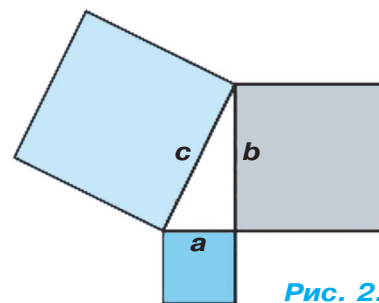

Рис. 2.
1. Используя весь набор игровых элементов, подтвердите теорему Пифагора (подсказка приведена на рис. 2).